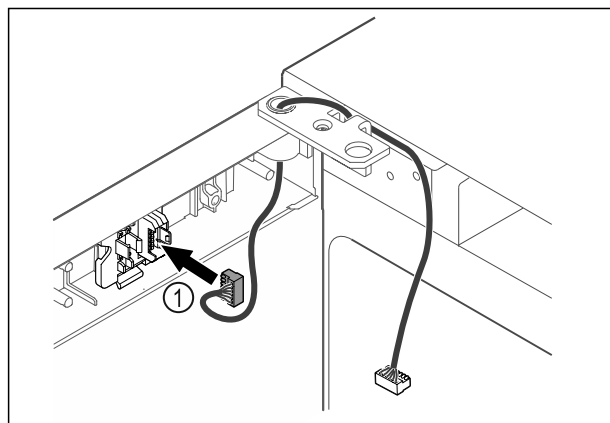

Fig. 45
- Introduceți fișa Fig. 45 (1) în suportul fișei.